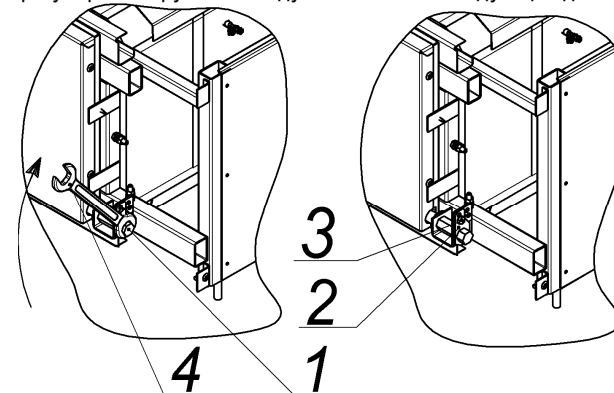

Рис.6
8.4.4 Для регулировки пружины следует выполнить следующие действия (см. рис.6):
2. Освободить ось (рис.6, поз.1) от фиксатора (рис.6, поз.2), открутив стопорящий болт (рис.6, поз.3), компенсируя усилие пружины ключом на «17» (рис.6, поз.4) по направлению стрелки.
- проверка работы пружинных механизмов фиксации дверок секций и, при необходимости, их регулировка (п.8.5.3, рис.6), смазка, при необходимости, навесов дверок секций;